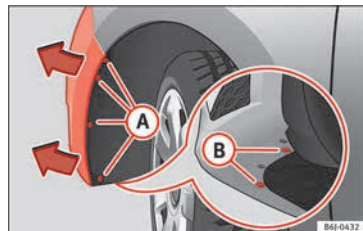

Abb. 106 Nebelscheinwerfer: Zugriff auf die Steckverbindung und den Lampenträger
- Entfernen Sie die 4 Schrauben A » Abb. 106 aus dem Inneren des
Ⓑ » **Abb. 106** des Stoßfängers mit einem Schraubendreher.